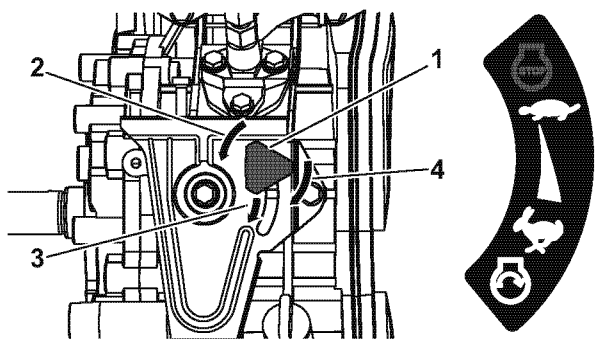

Рисунок 5
- 1- Переключить рукоятку регулятора оборотов двигателя (позиция 1, Рисунок 5) влево (позиция 2, Рисунок 5).
- 2- Перевести рукоятку регулятора оборотов двигателя в положение START (ПУСК) (позиция 3, Рисунок 5).
- 3- Переключить рукоятку регулятора оборотов двигателя вправо (позиция 4, Рисунок 5) для ее затяжки.